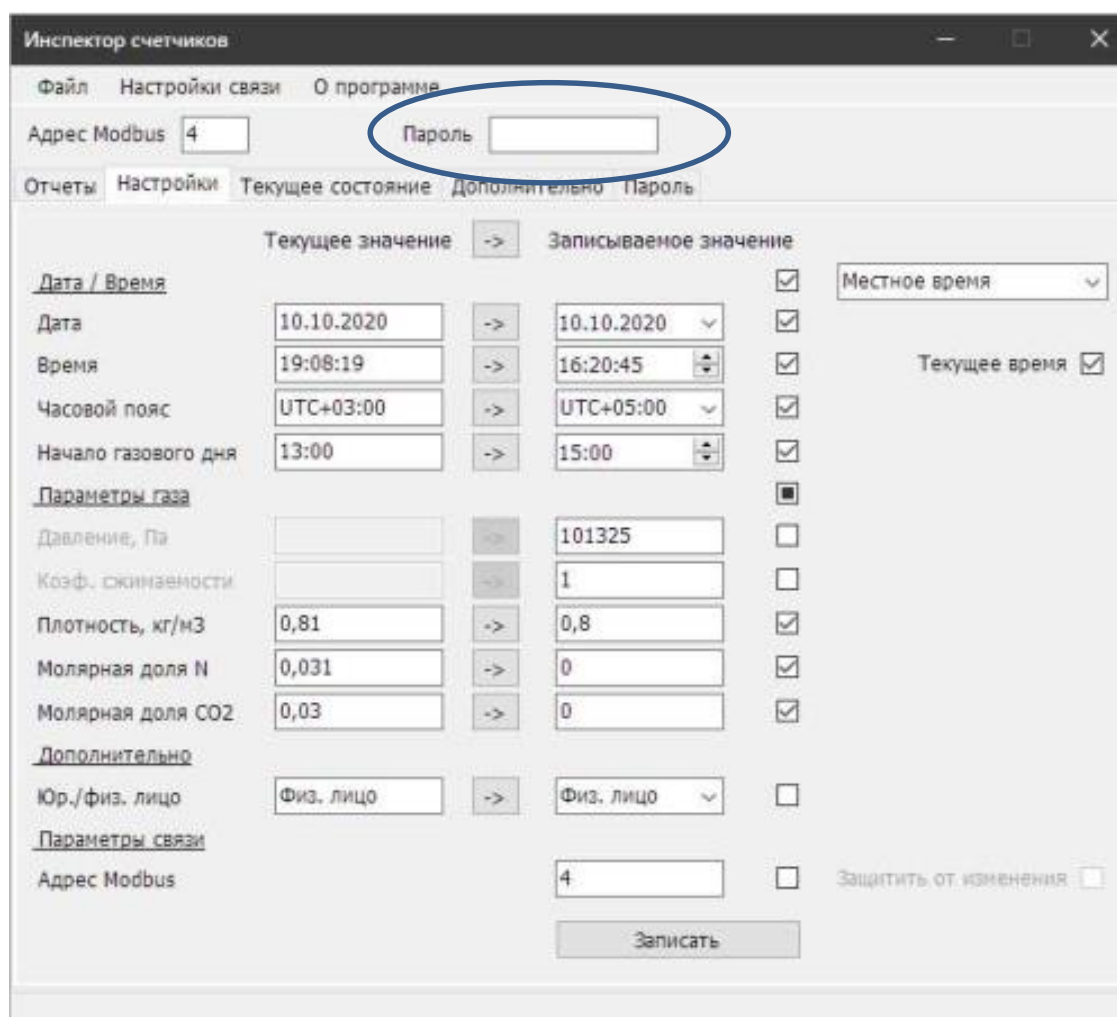

Рисунок 18 – Вкладка «Настройки»
2.5.8 Для изменения параметров необходимо ввести пароль (смотри рисунок 18), который сообщается только представителям газовых служб, в правой строке указать значение параметра, отметить галочкой нужный параметр, нажать кнопку «Записать». Новые данные записываются только у параметров, помеченных галочкой. По умолчанию в счетчик записаны значения:
Вкладка «Пароль» необходима для восстановления и смены пароля (смотри рисунок 18). Для восстановления пароля необходимо нажать на кнопку «Прочитать», полученный код в строке «Код запроса» отправить на завод-изготовитель. Завод-изготовитель в ответ отправит новый пароль для восстановления, который необходимо ввести в строку «Код сброса пароля» и нажать на кнопку «Записать».